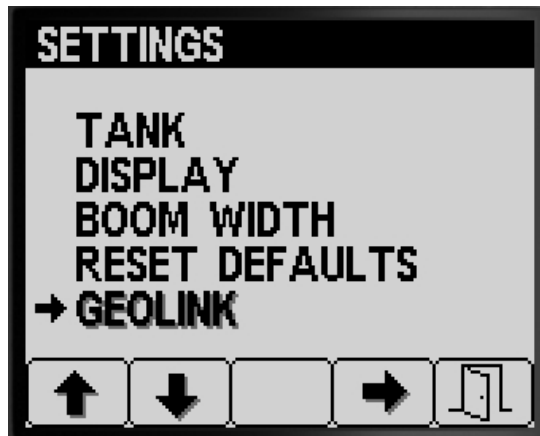

Figura 36
1. Pulse el botón 1 o el botón 2 en la pantalla AJUSTES hasta que llegue a la opción GEOLINK (Figura 36).
2. Pulse el botón 4 para seleccionar la opción GeoLink (Figura 36).
5. Pulse el botón 5 para guardar los ajustes y salir de la pantalla GEOLINK, y volver a la pantalla AJUSTES (Figura 36).